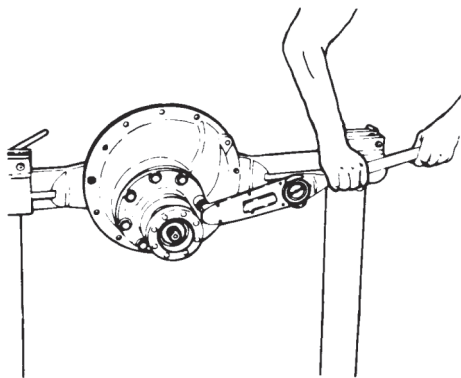

Figura 73
- D- Instale y apriete las arandelas y tornillos de fijación de la caja del piñón, con el valor especificado. Ver TABLA DE PARES. (figura 73).